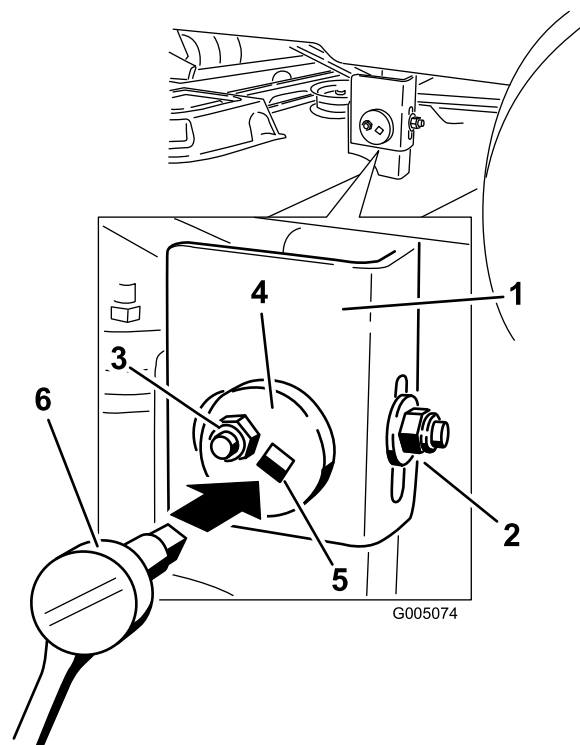

Figura 40
8. Afloje la tuerca de bloqueo lateral de la pletina de suspensión lo suficiente para poder ajustar la placa de ajuste excéntrica (Figura 40).
9. Cuando la carcasa esté en la posición deseada, apriete la tuerca de bloqueo lateral de la pletina de suspensión para fijar la posición nueva (Figura 40).